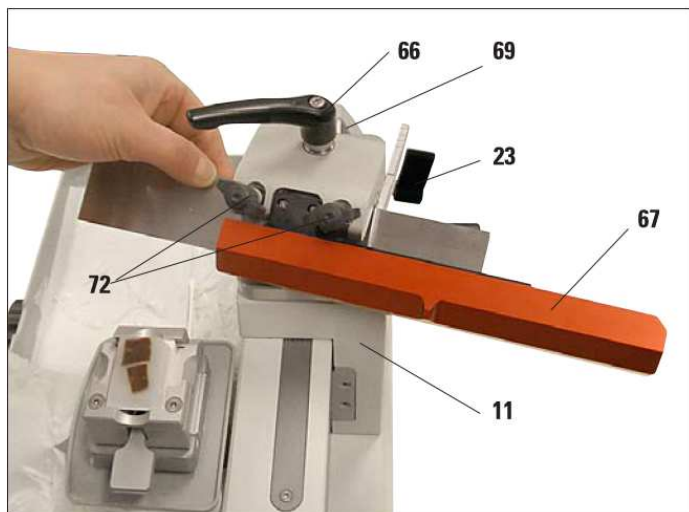

Fig. 33
- Blokirajte drsno rezilo (11) z uporabo blokade drsnika (23).
- Z uporabo vpenjala za stranski pomik (66) se prepričajte, da je ročaj noža čvrsto pritrjen in da je narezljan vijak (69) močno privit.
- Potisnite zaščito rezila noža (67) na desno, zadostno sprostite vijake vpenjala za nož SN (72), da boste lahko namestili nož.
- Previdno namestite nož v vpenjalo za nož SN od leve in ga zadržite na mestu (Fig. 33).
- Za pritrditev obrnite vijake vpenjala za nož SN (72) izmenično v smeri urinega kazalca, dokler nista oba močno zategnjena in pokrivata nož preko bele zaščite noža.